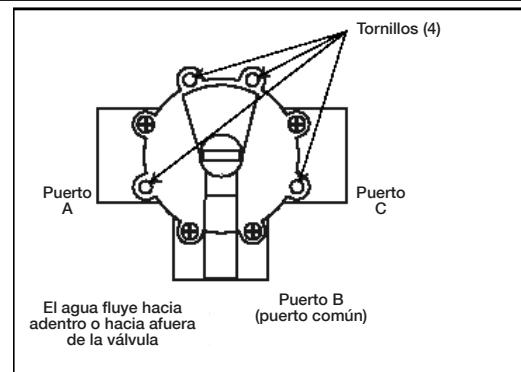

Figura 1. Plomería estándar
2. Con un destornillador Phillips, retire los cuatro tornillos del cuerpo de la válvula como se muestra en la Figura 1.
**Plomería estándar:** Una válvula de tres puertos es el puerto B (medio), lo que la convierte en el puerto de entrada (común), y los puertos A y C son los puertos de salida (consulte la Figura 1).